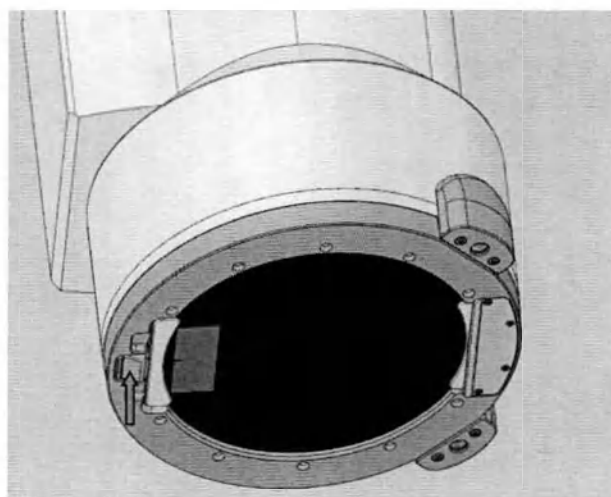

Рисунок 6.10
3. После установки растра отпустите нажатый фиксатор (см. Рисунок 6.10).
1. Нажмите на фиксатор растра (см. Рисунок 6.10), придерживая растр другой рукой так, чтобы он не упал.